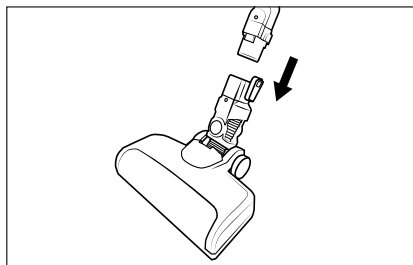

Fig. 2
- 2) Împingeți țeava de aspirare **24** în peria pentru podea **22** până se fixează în poziție cu un clic sonor (a se vedea fig. 2).